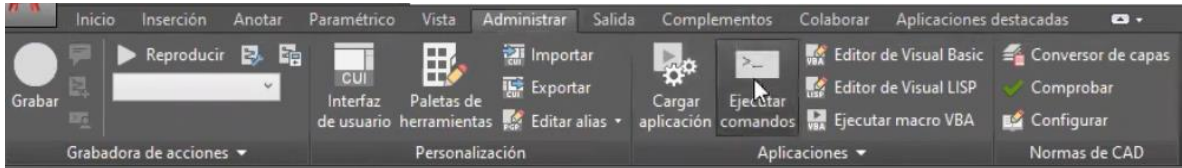

Figura 169. Ejecutar comandos.
20. Abrir un dibujo nuevo de AutoCAD y en menú Administrar, seleccionar la opción “Ejecutar comandos”. Buscar el archivo correspondiente a la práctica y abrirlo. Figura 169.